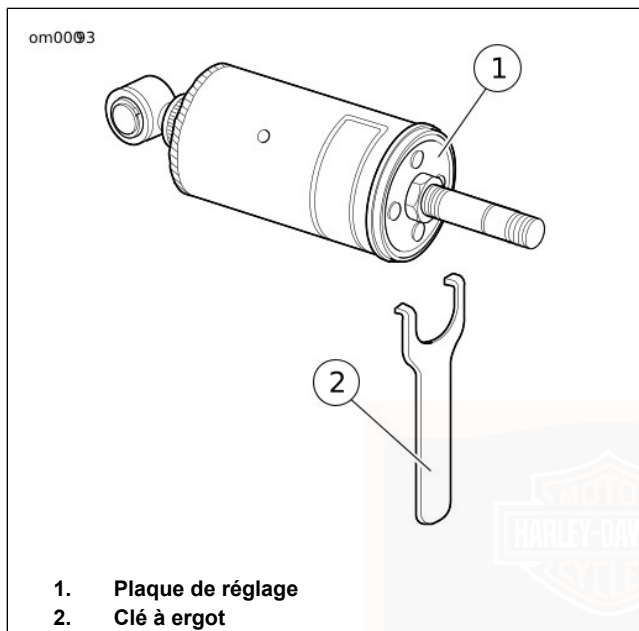

Figure 13. Réglage de l'amortisseur arrière : modèles Softail
2. Voir Figure 13. Utiliser une SPANNER WRENCH (CLÉ À ERGOT) (N° DE PIÈCE : 94455-89) pour faire tourner la plaque de réglage du ressort dans la position souhaitée.